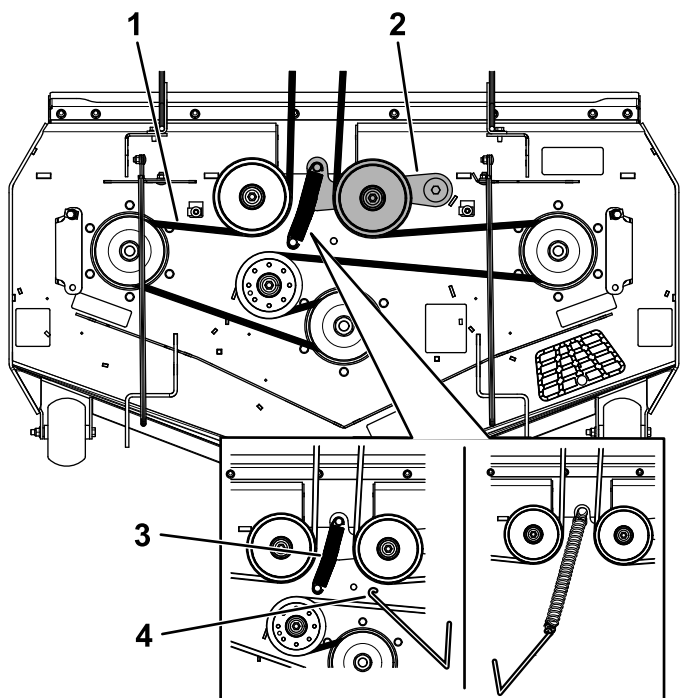

Figura 61
6. Utilizando um removedor de molas (peça Toro n.º 92-5771), retire a mola intermédia do gancho da plataforma para eliminar tensão da polia intermédia (Figura 61).
8. Instale a nova correia em redor das polias do cortador (Figura 61).
9. Instale a mola intermédia no poste da plataforma (Figura 61).